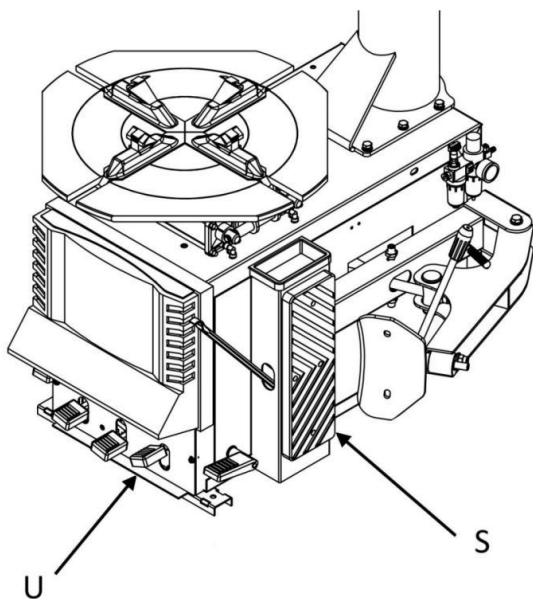
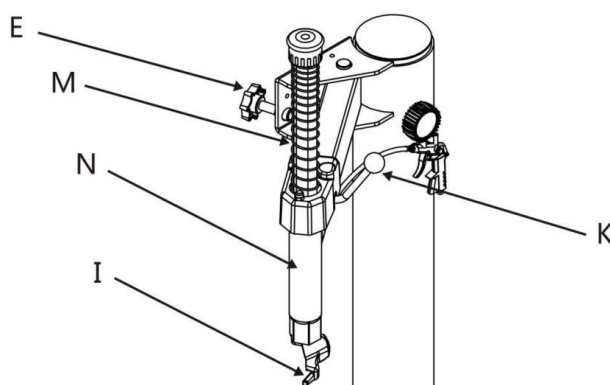

Figure 9
Figure 14
- ✧ Comme illustré aux figures 9 et 10, appuyez le pneu contre le tapis de caoutchouc situé du côté droit du changeur de pneus semi-automatique (S). (Remarque : il faut procéder avec une extrême prudence lors du pressage. Lorsque la plaque de pression est actionnée, le bras de pressage pivote rapidement et avec force ; tout objet situé dans la zone du bras de pressage est en danger.)
- ✧ Comme illustré à la figure 9, appuyez sur la pédale (U) pour mettre en marche le dispositif de pressage du pneu. Lorsque la pelle de pressage a terminé son action ou que le bord du pneu s'éloigne de la jante, relâchez la pédale. Faites tourner doucement le pneu et répétez la même opération à un autre endroit du pneu.
- ✧ Après le pressage du pneu, enduisez le bord de la jante d'un lubrifiant spécial, placez la pédale (V1) parallèlement à (V2), fixez le pneu sur la mâchoire (G) et faites serrer fermement la jante par les mâchoires en appuyant sur la pédale (V2) (remarque : assurez-vous que la jante est bien bloquée par les mâchoires).
- ✧ Abaissez le bras de commande (M) jusqu'à ce que la tête de démontage (I) repose sur le rebord de la jante, puis verrouillez-le avec la poignée de verrouillage (K). Pendant cette opération, comme illustré aux figures 8-b et 8, le bras de commande (M) est verrouillé en position fixe dans le sens vertical et la tête (I) est amenée à 2-3,5 mm du dessus de la jante. Une fois le bras de commande verrouillé verticalement, comme illustré à la figure 14, il faut utiliser le volant gauche (E) situé sur le bras pendulaire horizontal (N) pour éloigner la tête (I) du bord de la jante (d'environ 2 à 3,5 mm).